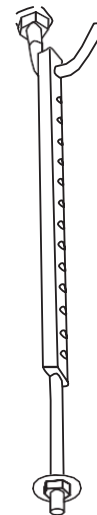

Fig4.4
3. Installer les quatre boulons de suspension (voir Fig 4.4).